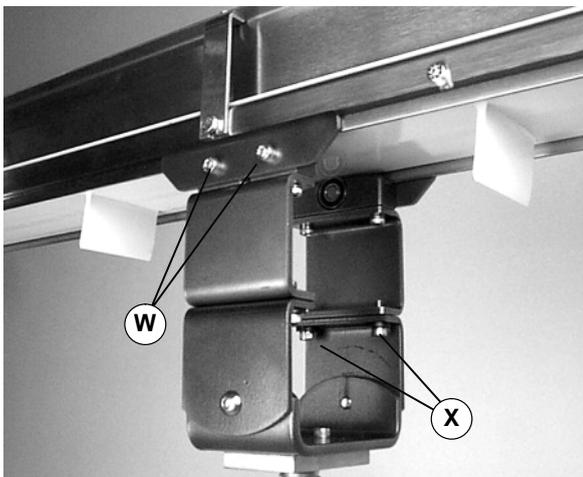

Abbildung 10
3. Die Klemmplatten zu beiden Seiten des Förderers befestigen (Abbildung 10). Die Schrauben (W) mit 9 Nm festziehen.